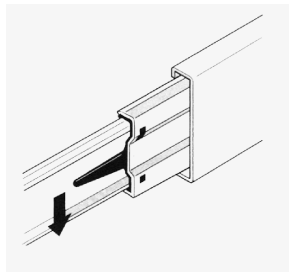
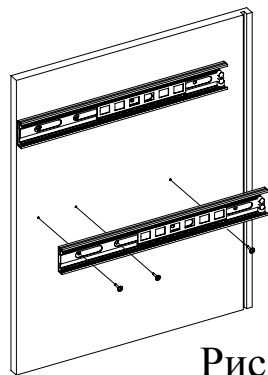

Рис.1
Рис.2
1. Расцепить направляющие путем нажатия на расцепляющий рычаг (Рис. 1). Закрепить направляющие на детали 1, 2 шурупами 3,5x16, причем крепить в отверстия, расположенные на расстоянии 35 мм от края направляющей (Рис. 2). При необходимости отодвигать скользящую часть направляющей для доступа к нужному отверстию.